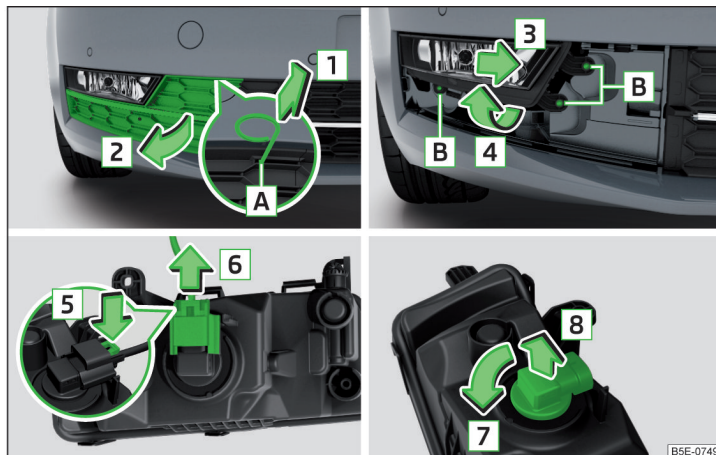

Fig. 360 Retirar el faro antiniebla / Cambiar la bombilla - Variante 1
- Introducir en la apertura **A** » fig. 360 el estribo para retirar los tapacubos integrales.
- Introducir el faro antiniebla contra el sentido de la flecha [4] » fig. 360, desplazarlo contra el sentido de la flecha [3] y fijarlo.